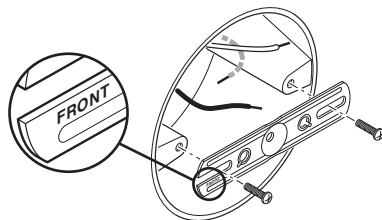

Figura 2
2. Instale el soporte de montaje con la palabra estampada "FRONT" de espaldas a la caja de conexiones (vea la Figura 2). Use los tornillos del soporte de montaje que mejor se adapten a la caja de conexiones.